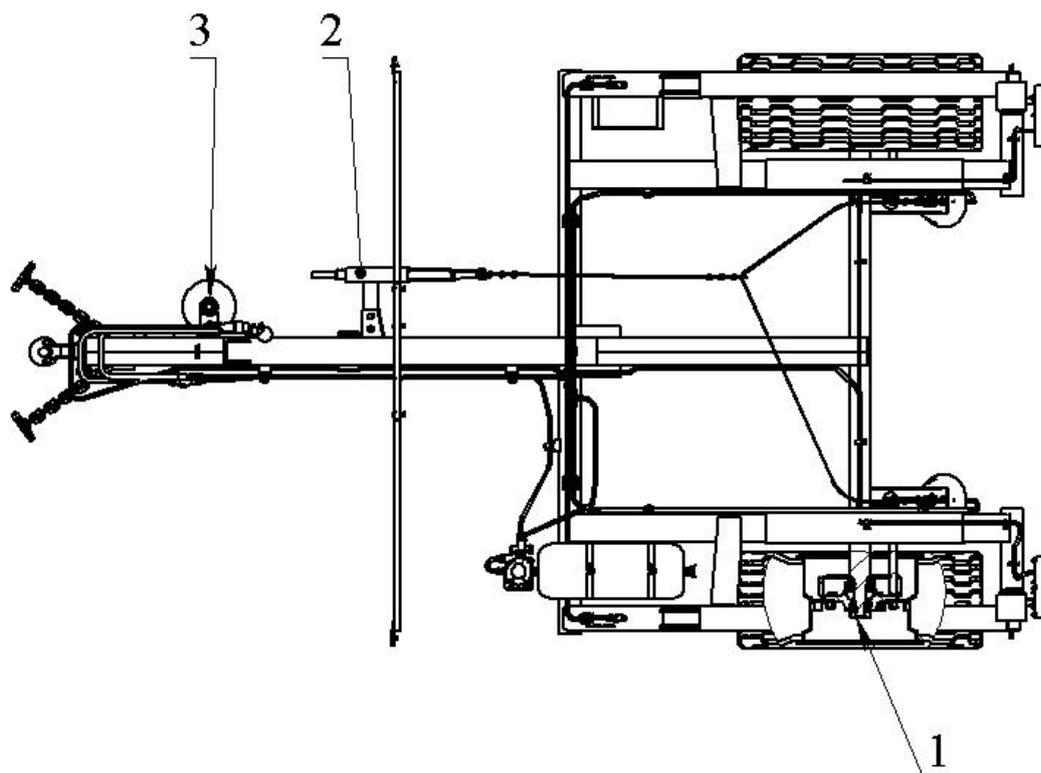

Рисунок 8.1 – Схема смазки
8.5 При проведении технического обслуживания и при снятии с хранения произвести смазку прицепа в соответствии со схемой смазки (рисунок 8.1) и картой смазки (таблица 6).